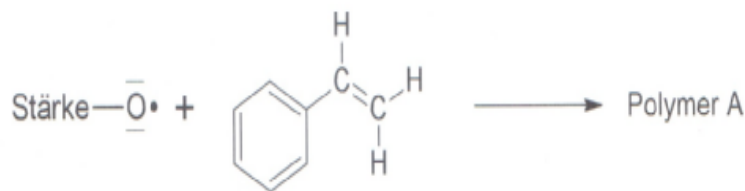

Abb.5: Reaktionsschema zur Bildung eines PS-Stärke-Kunststoff³
- 2 Styrol kann zur Herstellung eines Polystyrol-Stärke-Kunststoffs (PSStärke-Kunststoff) eingesetzt werden. Dabei wird die Stärke mit Kaliumperoxodisulfat behandelt. Die entstehenden Radikale reagieren mit Styrol zu einem Polymer (Abb. 5):
- 2.1 Formulieren Sie den Reaktionsmechanismus zur Bildung des in Abbildung 5 angegebenen Polymers A. [7 BE]